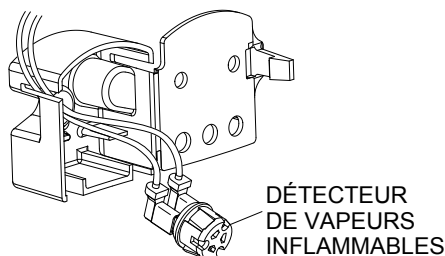

FIGURE 1.
- Ne pas placer le chauffe-eau près d'un appareil créant de la circulation d'air. Ce type d'appareil, p. ex., ventilateur d'évacuation, système de ventilation, sècheuse, foyer, etc., peut affecter le fonctionnement du chauffe-eau. Il faut accorder une attention particulière aux conditions créées par les appareils de ce type. L'inversion du débit des gaz de combustion peut faire monter le volume de monoxyde de carbone dans l'habitation (Figure 1).